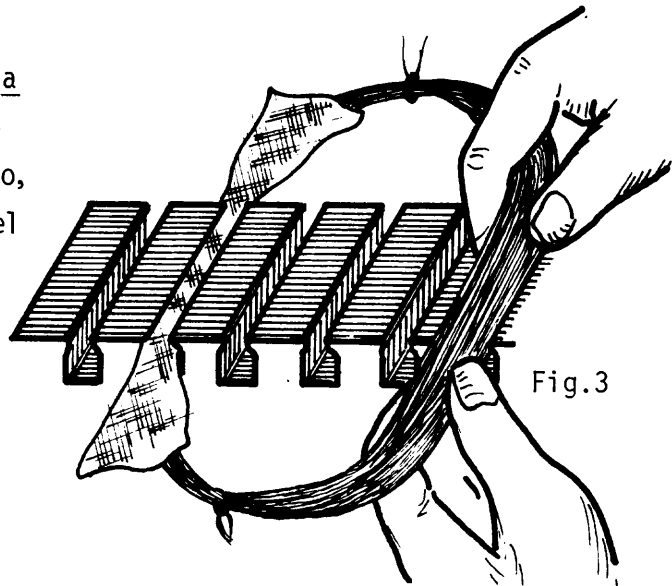

Fig.3
- d Termine de colocar las espiras y cálcelas con una teja de papel aislante que cubra todo el largo de la bobina (fig.3).
- a Abra la bobina hasta la ranura que le corresponde al segundo lado (fig.3).